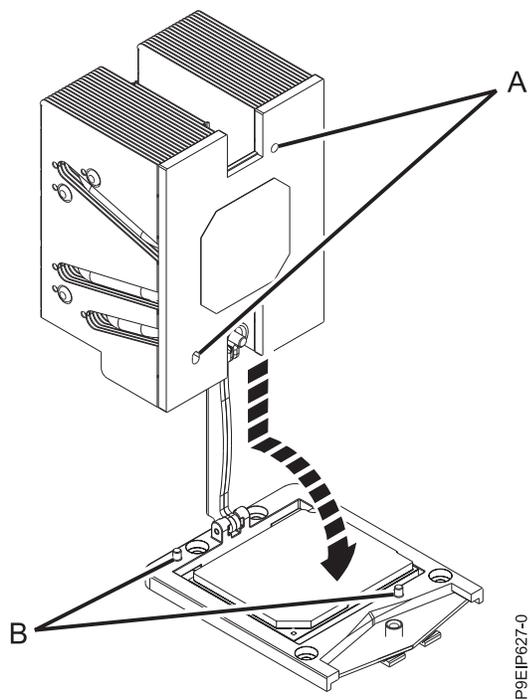

図 95. ヒート・シンクの取り付け
- FRU キットで提供されている新しいヒート・シンクを取り付けます。TIM はヒート・シンクに事前に取り付けられています。ロード・アームをヒート・シンクに通して、ヒート・シンクをシステム・プロセッサ・モジュールの上に慎重に下ろします。ヒート・シンクの穴 (A) がソケットのガイド・ピン (B) と位置合わせされていることを確認します (89 ページの図 95 を参照)。